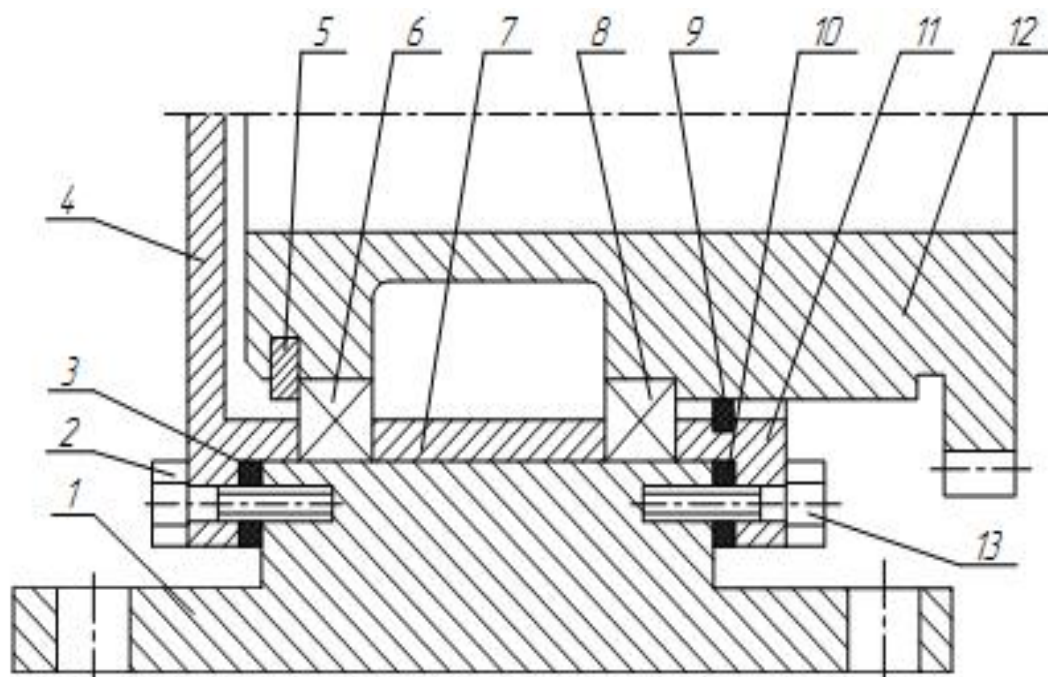

Рисунок 7
7. Для сборки корпуса (рис.7) составить технологическую схему сборки